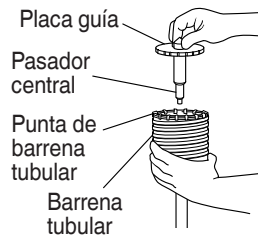

Fig. 20
- (3) Insertar el pasador central en la placa guía hasta que se pare.
(4) Unir la placa guía con la barrena tubular y girar la placa guía hacia la izquierda o hacia la derecha de forma que no se caiga a pesar de estar indicando hacia abajo. (Fig. 20)